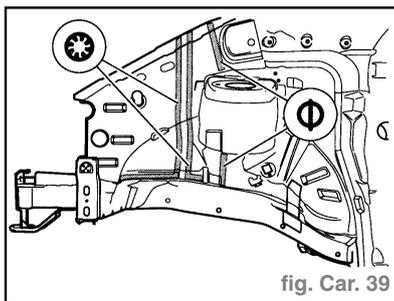

fig. Car. 39
- Souder le passage de roue par bouchonnage sous gaz de protection (fig. Car. 39).